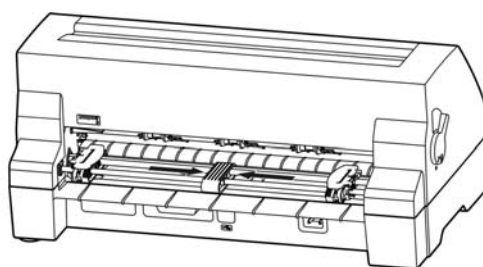

图 3-11 调整导纸滑块位置
6. 移动拖纸器上的导纸滑块至左右链轮的中间位置（如图 3-11 所示）。